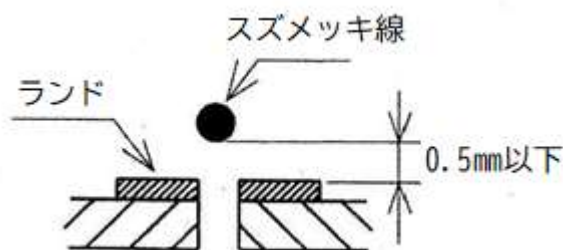

図6 配線の浮き上がり限界
- ③ フォトインタラプタ、コネクタ、トグルスイッチ、タクトスイッチは、プリント板に差し込み、リード線を折り曲げずにハンダ付けすること。
(4) 設計製作基板におけるスズメッキ線による配線
- ① 配線は支給されたスズメッキ線を使用すること。部品リード線の使用は不可とする。
- ② 配線の際に基板のランドを剥離させないように注意すること。
- ③ 配線方向はX-Y方向とする。
- ④ 配線はできるだけランドの中央寄りに配し、ランドの外周をはみ出さないこと。
- ⑤ 配線は基板から浮き上がらないように直線的に行い、浮き上がりの許容差は図6に示すとおりとする。